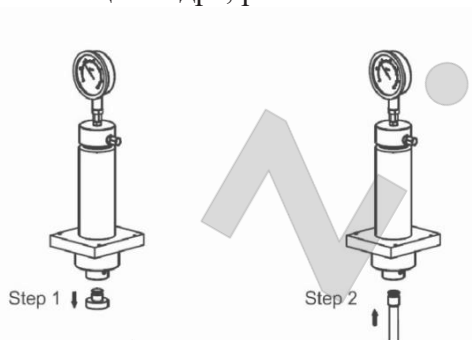

Рис. 16
1. Снимите нагрузку с гидравлического цилиндра, рис.16.